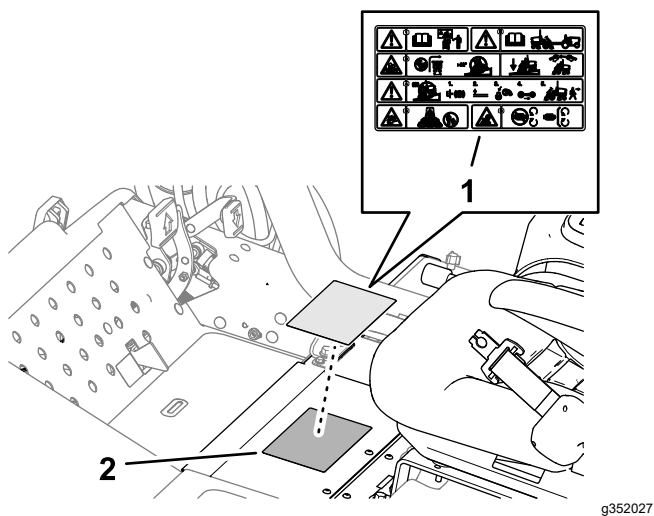

图 23
- 用酒精擦拭干净标准警告标贴并让机架干燥图 23。
- 撕去 CE 警告标贴零件号 121-7928 的背衬并将其贴到标准警告标贴上如图 23 所示。